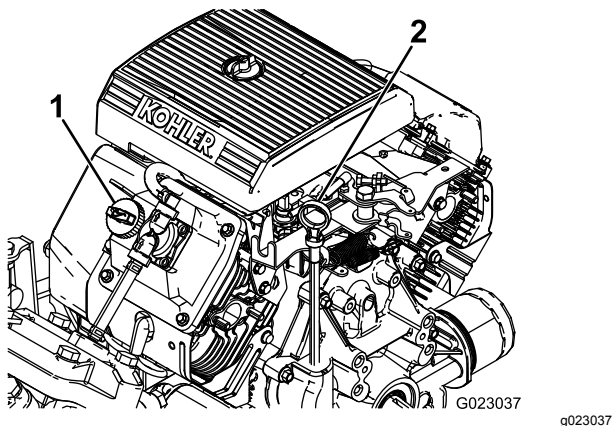

Figure 11
2. Retirez la jauge et essuyez-la sur un chiffon propre (Figure 11).
4. Si le niveau d'huile est trop bas, retirez le bouchon de remplissage du couvre-culasse (Figure 11) et ajoutez la quantité d'huile nécessaire par l'orifice pour amener le niveau au repère MAXIMUM sur la jauge ; voir Vidange de l'huile moteur et remplacement du filtre à huile \(page 52\) pour connaître le type d'huile